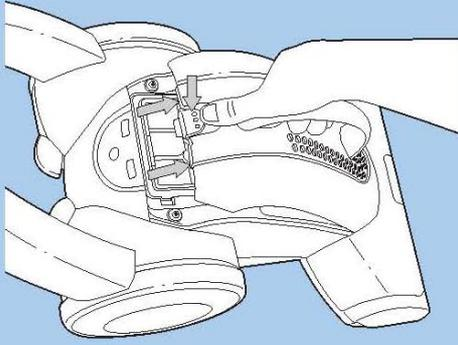

Рисунок 9
- 23 Push the bag cover latch and remove the cover as shown (Fig. 9).
- 23 Надавите на задвижку отсека для мешка и выньте его, как показано на иллюстрации (Рис. 9).
- 23 Presione la traba de la cubierta de la bolsa y retire la cubierta como se muestra (Fig. 9).